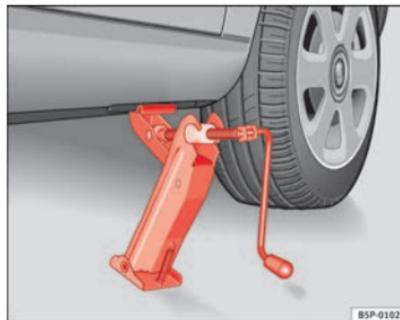

Fig. 158 Posizionamento del cric
- Applicare il cric in modo che la staffa faccia presa in corrispondenza della nervatura del montante inferiore e che la base mobile appoggi bene a terra ⇒ **fig. 158**.